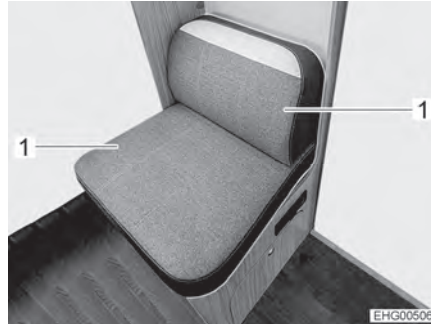

Bild 15 Sittbänk
- Ta av två dynor (Bild 15,1).